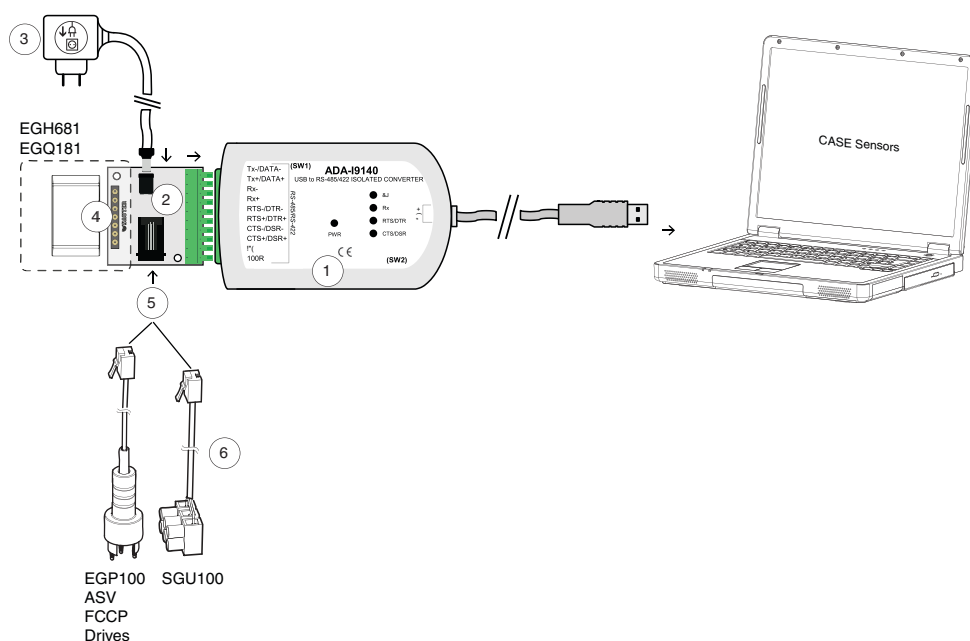

Abb. 4 Anschluss Schnittstellenwandler USB / RS 485 zu PC
1 Anschluss am Steckplatz (5) Abb.4, des Universaladapters.